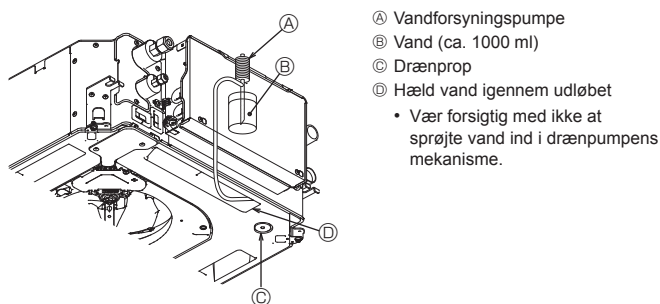

Fig. 8-5
8.4. Kontrol af afløb (Fig. 8-5)